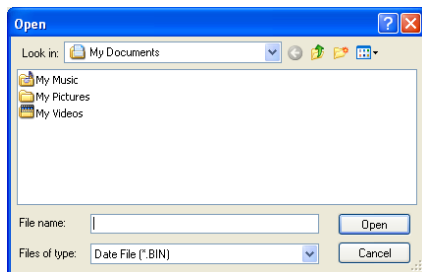
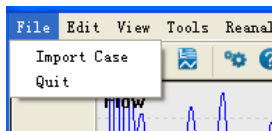

Figura 5.20
Figura 5.39
Importazione dei dati dopo aver avviato il software. Fare clic su "Import Case Data" (Importa dati del caso) nell'interfaccia iniziale, quindi verrà visualizzata l'interfaccia mostrata nella Figura 5.20.
- 1) Facendo clic su "Import Case" nel menu "File" si accede all'interfaccia mostrata nella Figura 5.20, ciò consente di importare i dati di altri pazienti mentre si osservano le forme d'onda, come mostrato nella Figura 5.39. In questo modo il medico può disporre, con la massima praticità, di una visione d'insieme completa.